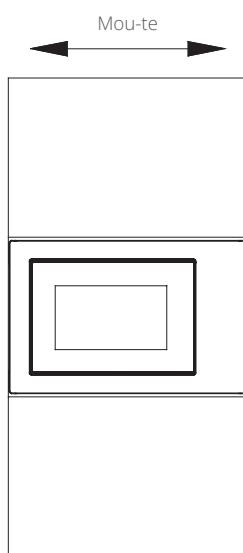

Fig.3
c) Mou el producte en paral·lel a l'armari de la cuina seguint la direcció de la fletxa de la figura i mantéu-lo centrat. (Fig.3)